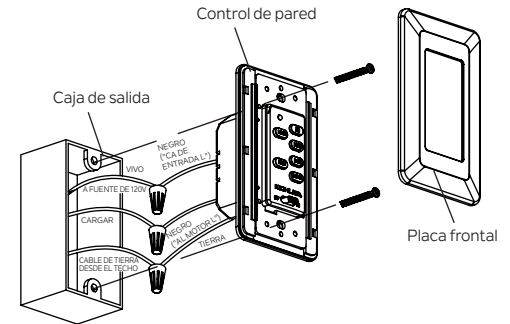

Figura 16
**Paso 2.** Coloque el control de pared en la caja de salida, conecte los cables con los conectores de cables provistos. (Figura 16)